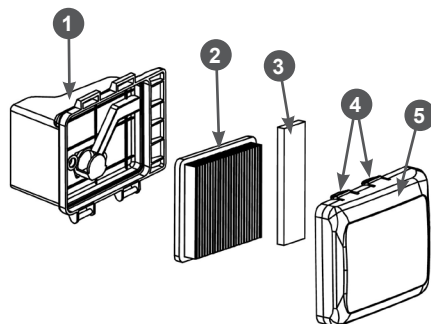

Рис. 23. Обслуживание воздушного фильтра
1. Нажмите на фиксаторы 4 и снимите крышку 5 воздушного фильтра (Рис. 23).
2. Извлеките бумажный фильтрующий элемент 2 и поролоновый фильтрующий элемент 3 (Рис. 23).
6. Произведите очистку крышки 5 воздушного фильтра и корпуса 1, не допуская попадания пыли и грязи в воздуховод, ведущий к карбюратору (Рис. 23).